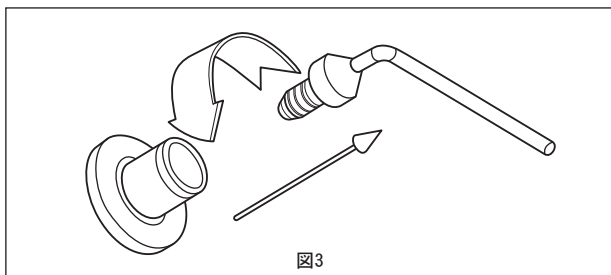

図3
3. 本品は、サイザーまたはホルダーの接続部を持って本品を回すことにより外れます（図3）。